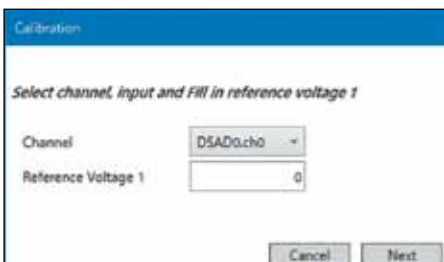

Рис. 6. Установка первого значения опорного напряжения
3. В окне **Select channel, input and Fill in reference voltage 1** (рис. 6) выбрать канал блока DSAD, для которого необходимо выполнить калибровку, ввести значение опорного напряжения 1 и нажать на кнопку **Next**.